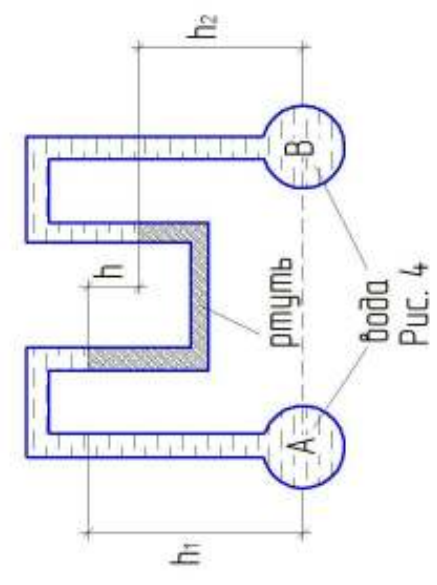

Рис. 4
10. При помощи дифференциального манометра найти разность давлений в 2-х трубопроводах заполненных водой (рис.4). Высота столба ртути $h = 30$ см.